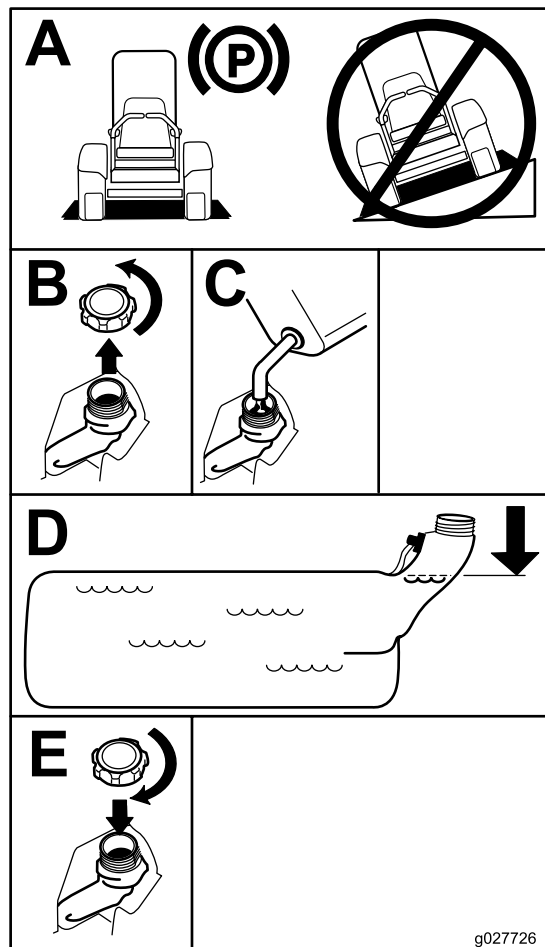

Figura 7
5. Llene el depósito de combustible hasta la parte inferior del cuello de llenado (Figura 7).